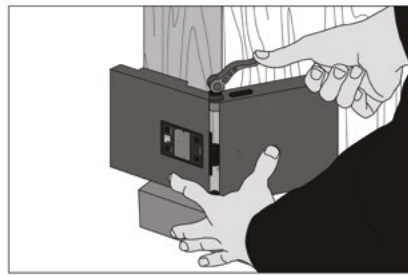

bild 7
- Wenn der Trigjig sicher auf eine Außen- oder Innenecke gesetzt worden ist, sichern Sie ihn, indem Sie den Hebe daumen herunterdrücken (Bild 7). Jetzt kann er von der Wand genommen werden.